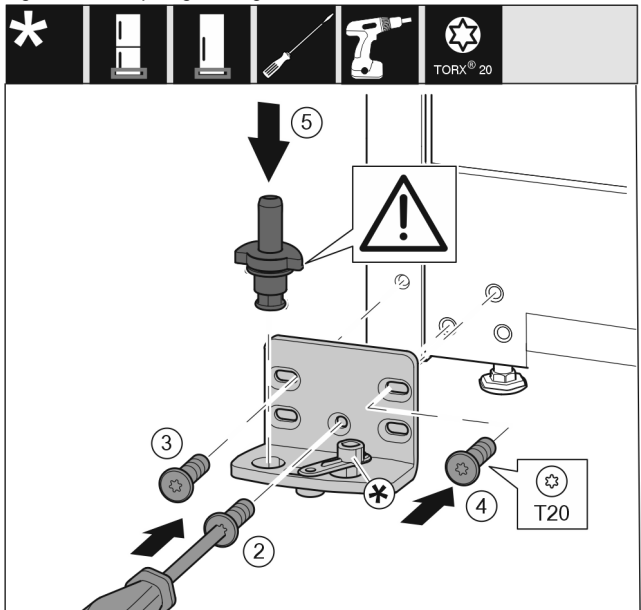

Fig. 13
- ▶ Sæt hængselkonsollen på i den anden side, og skru den fast med en skruetrækker T20. Begynd med skruen 2 fornedet i midten. Fig. 13 (2)
- ▶ Stram skruerne 3 og 4. Fig. 13 (3,4)
- ▶ Sæt hængselbolten helt i. Sørg i den forbindelse for, at låsekammen vender bagud. Fig. 13 (5)